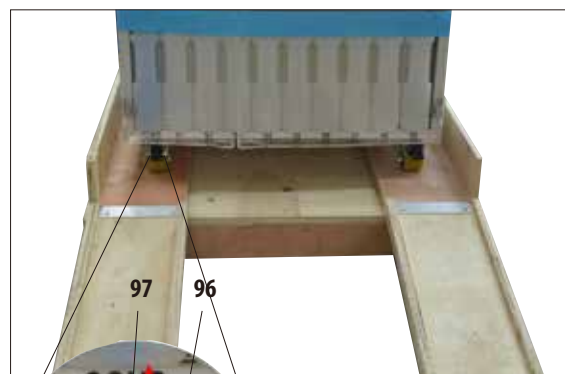

図 10
- ここで、2 個のフロントキャスター (96) のブレーキレバー (97) を外し、装置を動かせるようにします (図 10)。
- 最終位置で、装置キャスターのブレーキを再度有効にしてください。これを行うには、レバー (97) を押し下げます (図 10 の拡大図を参照)。